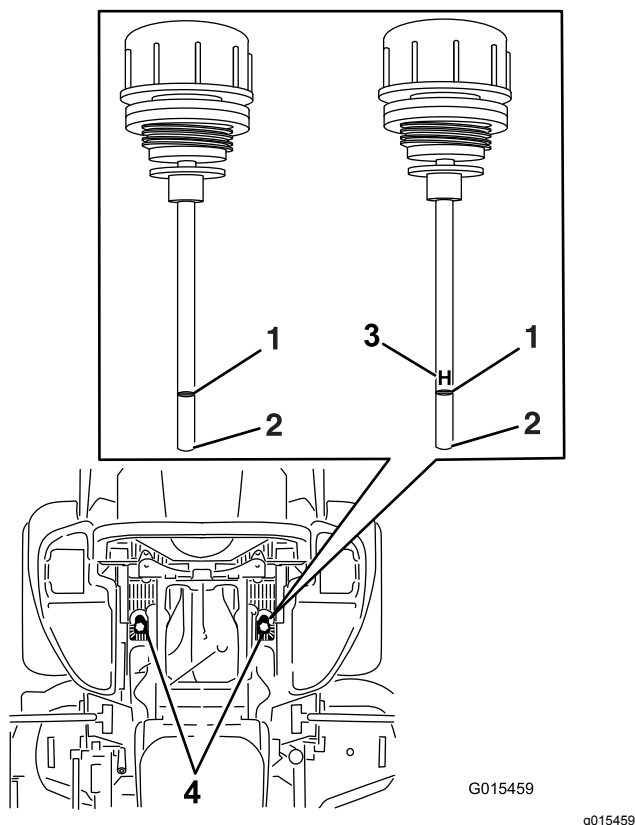

Figura 81
6. Pulite l'area attorno all'asta di livello dei serbatoi dell'impianto idraulico (Figura 81).
7. Togliete un'asta di livello dal serbatoio idraulico (Figura 81).
9. Togliete l'asta e controllate l'estremità (Figura 81).